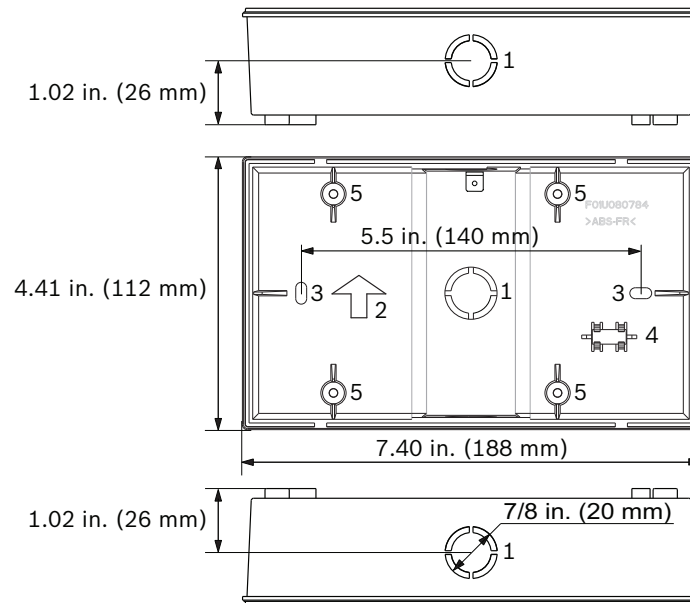

Figura 4.2 Caixa de base do Centro de Comando Remoto FMR-1000-RCMD
1. A caixa de base possui três orifícios com tampas removíveis para eletrodutos de 1/2 pol. de diâmetro, sendo um na parte traseira, um na parte inferior e um no topo (consulte a Figura 4.2, Item 1). Para obter um orifício perfeito, remova a sua tampa pelo lado interno da caixa.
2. Instale a caixa de base com a seta voltada para cima (consulte a Figura 4.2, Item 2).
3. Use a caixa de base como gabarito para marcar o local dos furos de instalação (consulte a Figura 4.2, Item 3). Prepare uma abertura na superfície de instalação para o cabeamento. Preposicione os parafusos. Não aperte os parafusos neste momento.
4. O nível de bolha integrado permite o nivelamento horizontal sem necessitar de ferramentas adicionais quando fixar a base (consulte a *Figura 4.2*, Item 4).
3. Passe o cabeamento através de um dos orifícios na base do Centro de Comando (instalação em superfície) ou da caixa elétrica (instalação embutida). Consulte a *Figura 4.2* na *Página 34* para a localização da entrada do fio na caixa de base.
5. Para a instalação em superfície com caixa de base: Fixe a base. Utilize o nível de bolha para se certificar que a caixa de base está exatamente na horizontal. Consulte a *Figura 4.2* na *Página 34*.